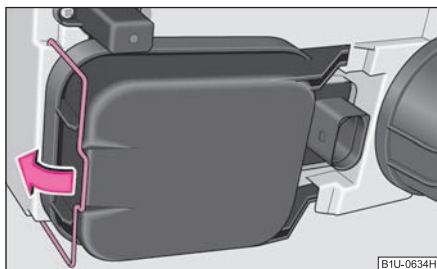

Fig. 174 Demontarea capacului
- Apăsăți mânerul de siguranță de pe capac și rabatați-l în direcția indicată de săgeată ⇒ fig. 174.